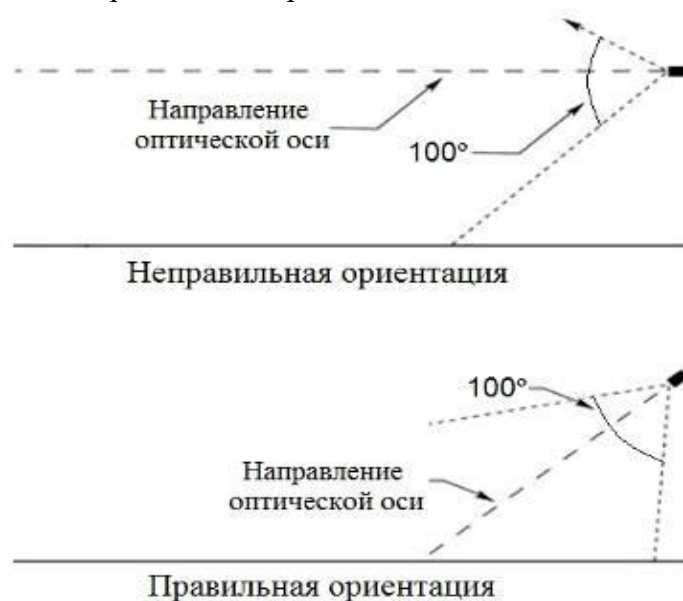

Рисунок 4 – Установка извещателя по отношению к горизонту
- Извещатель должен быть нацелен на объект по нисходящей под углом к горизонту, по крайней мере, 10 - 20 градусов (см. рис. 4). Такая установка предотвращает скопление влаги на оптической части извещателя.